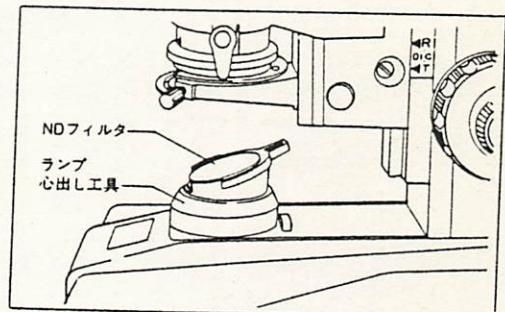

図3
- 6) フィールドレンズ上にランプ心出し工具をかぶせ、その上にNDフィルタを1枚、フィルタ受けから外して載せます。(図3)